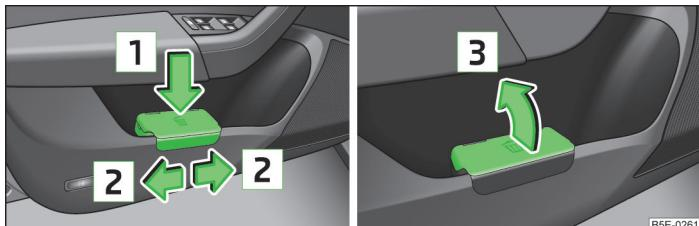

Fig. 67 Cubo de basura / abrir el cubo de basura
- Presione el cubo de basura por el área trasera en el sentido de la flecha  fig. 67.
- Extraiga el cubo de basura en sentido contrario al de la flecha  fig. 67.
- Abra el cubo de basura en el sentido de la flecha  fig. 67.